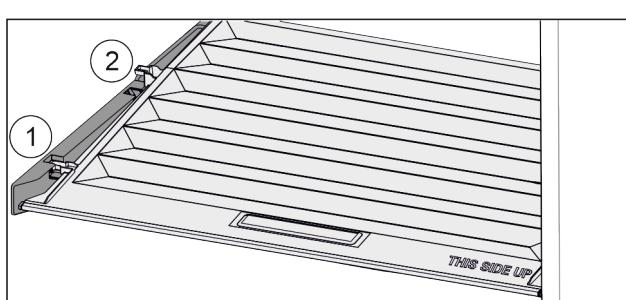

Fig. 96
- ▶ Trageți capacul în față Fig. 96 (1) până la orificiul din pieele suportului.
- ▶ Ridicați în spate de jos și scoateți Fig. 96 (2) în sus.